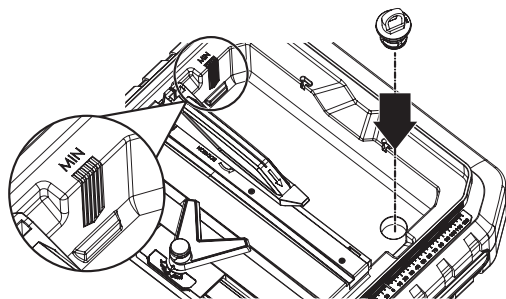

Рис. 8
- Заполните резервуар водой, для этого поднимите наклонный стол на 45° и снимите его, вставьте пробку в сливное отверстие рюйте винтами (Рис.8).